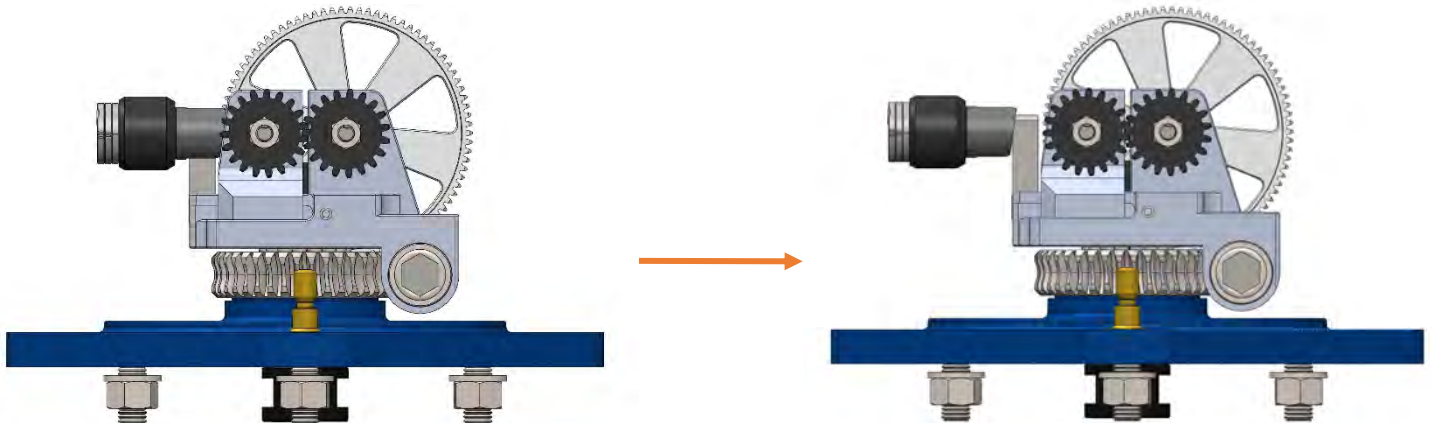

Abbildung 27
2. Schrauben Sie den Knopf ab, bis er die Endposition erreicht. (Abbildung 27)